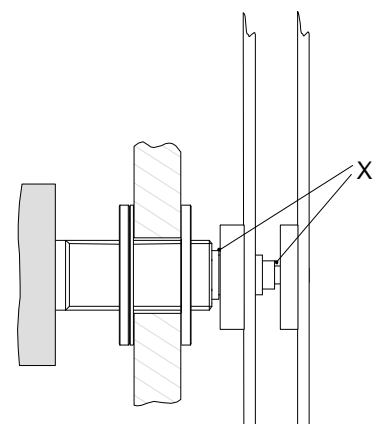

Fig. 3
Die Achsen von Stunden- und Minutenzeiger stehen ab Fabrik auf 12:00. Die Zeiger müssen auf die Achsen bis auf den Anschlag (X) gesteckt und festgezogen werden ohne die Achsen zu verdrehen. Siehe Fig. 3